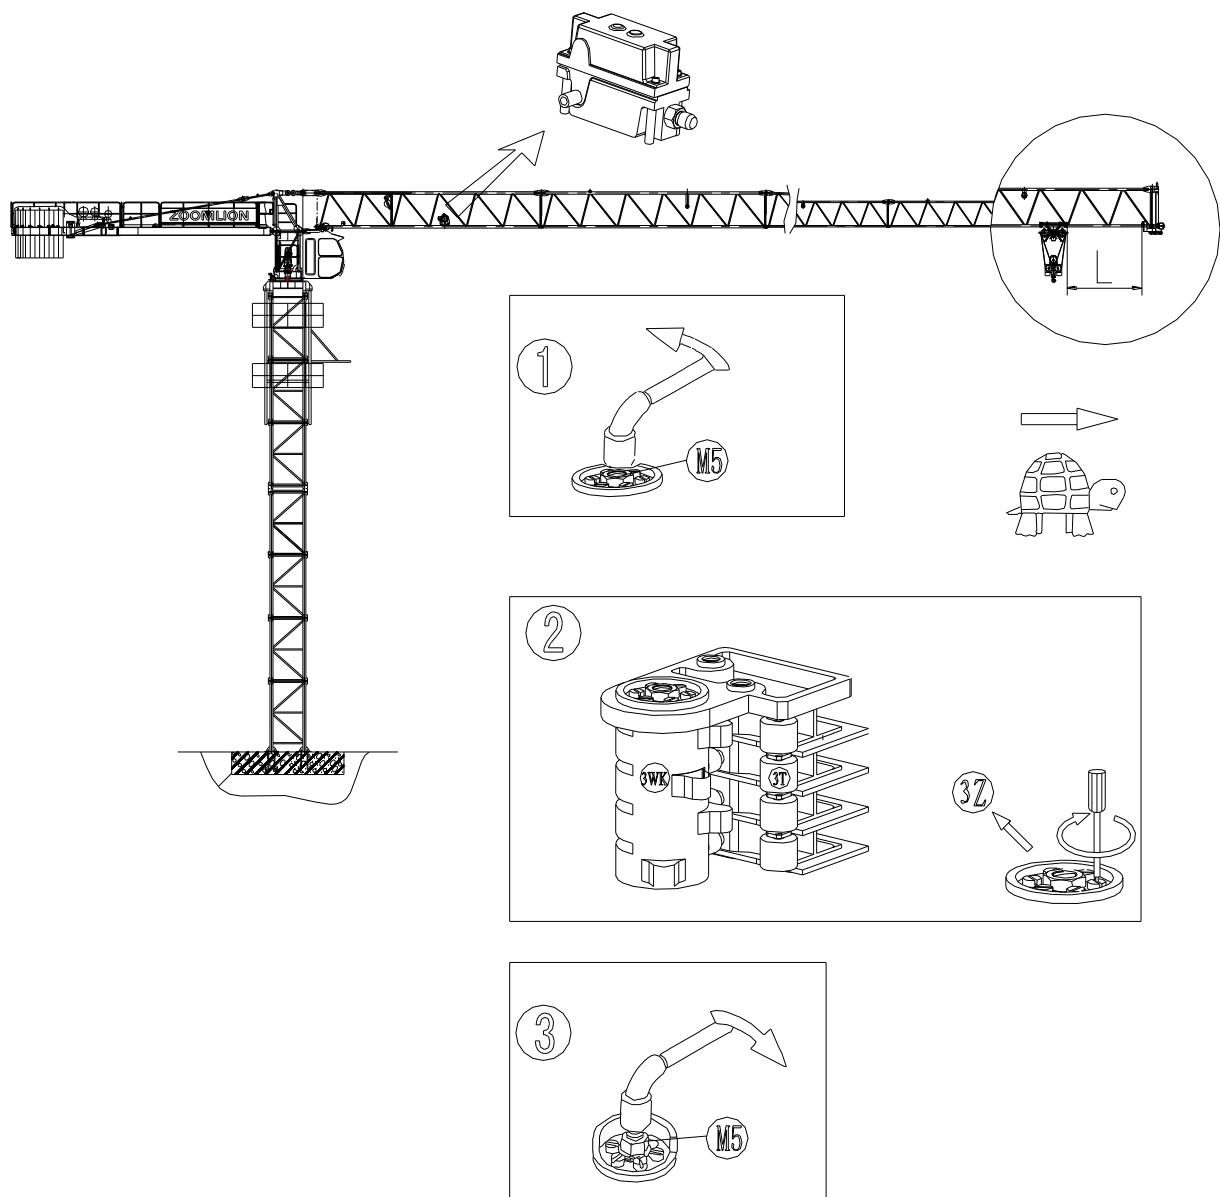

图 9.3-3 向外变幅减速
- (1) 松开螺母 M5;
- (2) 载重小车开到距起重臂臂尖缓冲器 $L=5m$ 处, 调动(3Z)轴, 使长凸轮(3T)压下微动开关(3WK), 使小车只能以低速向外运行;
- (3) 拧紧螺母 M5, 见图 9.3-3。